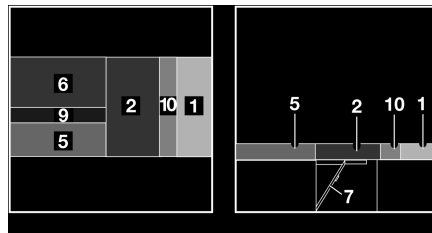
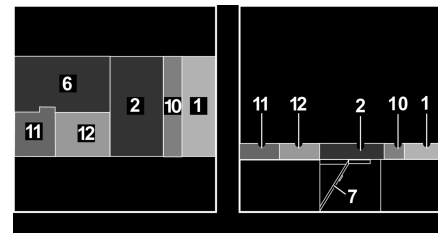

Fig. 129 Después de la transformación (variante 1)
Fig. 130 Después de la transformación (variante 2)
- Llevar el cojín del respaldo (Fig. 129,5) a la posición horizontal y tirarlo hacia el centro.
- Colocar el cojín adicional (Fig. 129,9) entre el cojín del respaldo (Fig. 129,5) y el cojín del asiento (Fig. 129,6).
- Colocar los cojines adicionales (Fig. 130,11 y 12) entre el cojín del asiento (Fig. 130,6) y la pared dorsal.
- Colocar el cojín adicional (Fig. 129,10 ó Fig. 130,10) entre el cojín del respaldo (Fig. 129,1 ó Fig. 130,1) y el cojín del asiento (Fig. 129,2 ó Fig. 130,2).